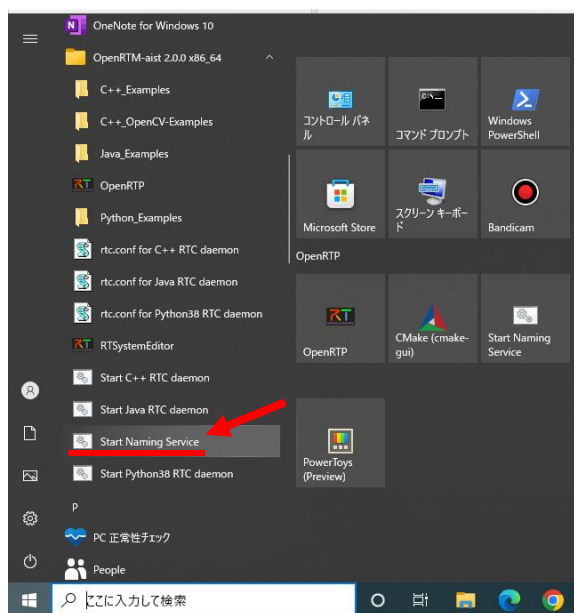

図 26 [Start Naming Service]の起動方法
- ⑦ 図 26 のように[デスクトップ]から[スタート]ボタンを選択し, 表示された項目の中から, [OpenRTM-aist 2.0.0 x86\_64]フォルダー内の[Start Naming Service]をクリックし, アプリを起動させる.